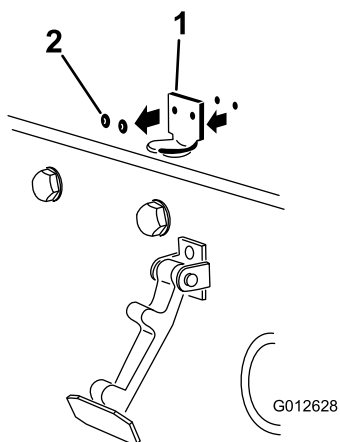

图 5
2. 卸下将机罩门锁支架固定至机罩的 2 个铆钉 (图 5)。
**注意** 锁定支架必须紧贴机罩 (图 5)。